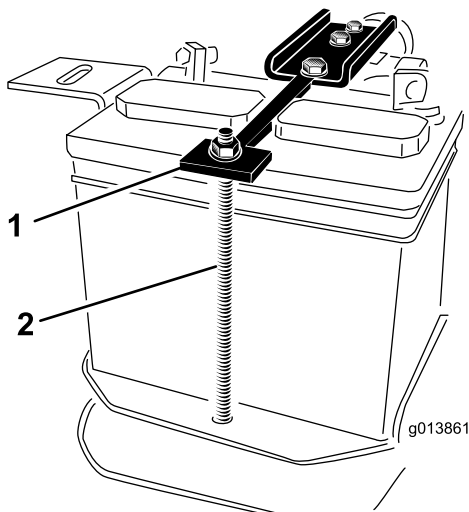

図 4
17. バッテリー押さえ用ストラップを固定しているナット2個を外し、ナット、ワッシャ、ボルトチューブを脇によける (図 4)。